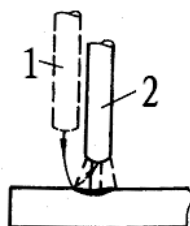
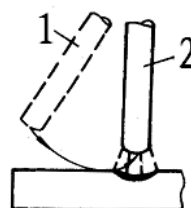

图 1 敲击法
图 2 摩擦法
4) 练习引弧：就是使焊条和焊件之间产生稳定的电弧。引弧时，首先将焊条末端与焊件表面接触形成短路，然后迅速将焊条向上提起 2-4mm 的距离，电弧即引燃。引弧方法有敲击法（如图 1）和摩擦法（如图 2）两种。